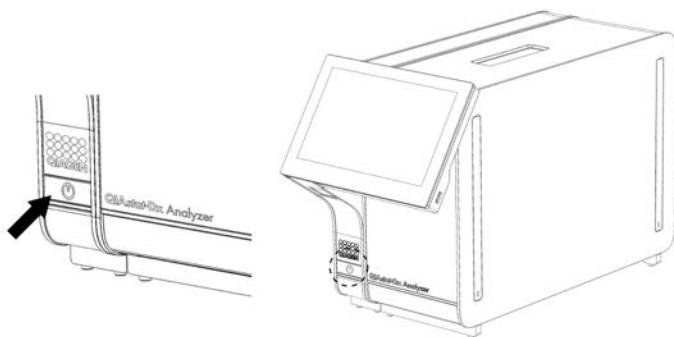

Figura 22. Apăsarea butonului ON/OFF (PORNIT/OPRIT) pentru pornirea instrumentului.
1. Apăsați butonul ON/OFF (PORNIT/OPRIT) din partea din față a QIAstat-Dx Analyzer 1.0 pentru a porni aparatul (Figura 22).